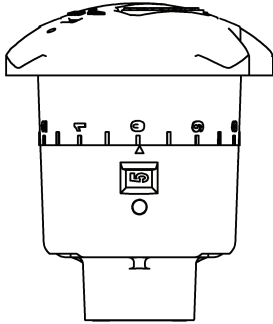

图. 12
- 6 FTV出口多功能阀设置在5.0刻度表示阀门全开。在某些情况下,由于阀杆螺纹深度的原因,可能需将阀门转5.3圈才能全开,并不代表阀门存在问题;但是,这些FTV出口多功能阀的性能曲线是按照5.0圈进行校准的。(图12)